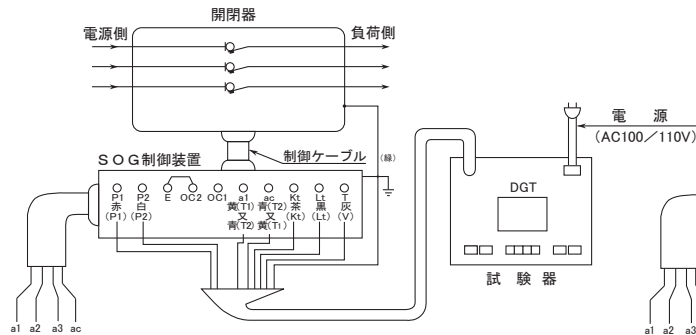

図4 戸上電機製作所製(DGT)による
- ①図4・5の試験回路は制御装置のみの地絡動作時間測定となります。
- ②図4・5は制御電源を制御装置パネルの試験用電源端子（P1・P2）に接続する方法です。
なお、図4・5の回路で試験する場合は、制御装置パネルの制御電源切替スイッチを「試験」側にしてください。